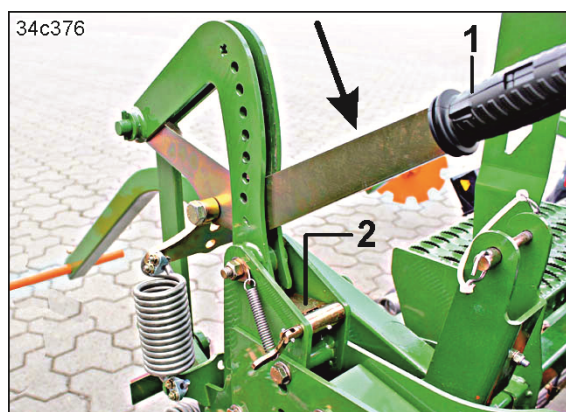

Fig. 203
4. Împingeți maneta (Fig. 203/1) până la prinderea plăcii de prindere (Fig. 203/2), în direcția indicată de săgeată.